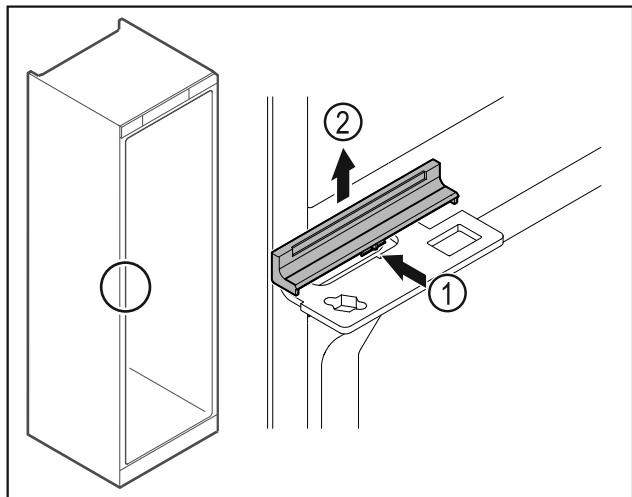

Fig. 43
- ▶ Apăsați apărațoarea Fig. 43 (1) ușor în centru și detașați-o în sus Fig. 43 (2).